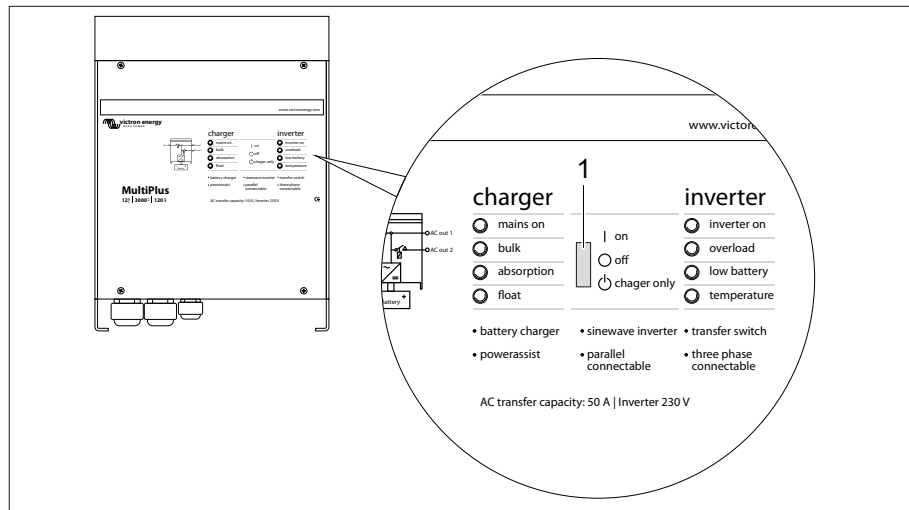

Fig. 188 Onduleur MultiPlus
Pour le fonctionnement correct du panneau Digital Multi Control, l'interrupteur basculant sur l'onduleur MultiPlus (Fig. 188,1) doit se trouver sur "on".
Positions de l'interrupteur basculant (Fig. 188,1)
- ▷ Si aucun raccordement 230 V n'est établi et que le véhicule n'est plus utilisé, l'interrupteur basculant (Fig. 188, 1) doit se trouver sur "off". Sinon, il est possible que les batteries soient déchargées au plus tard après 3-4 jours.